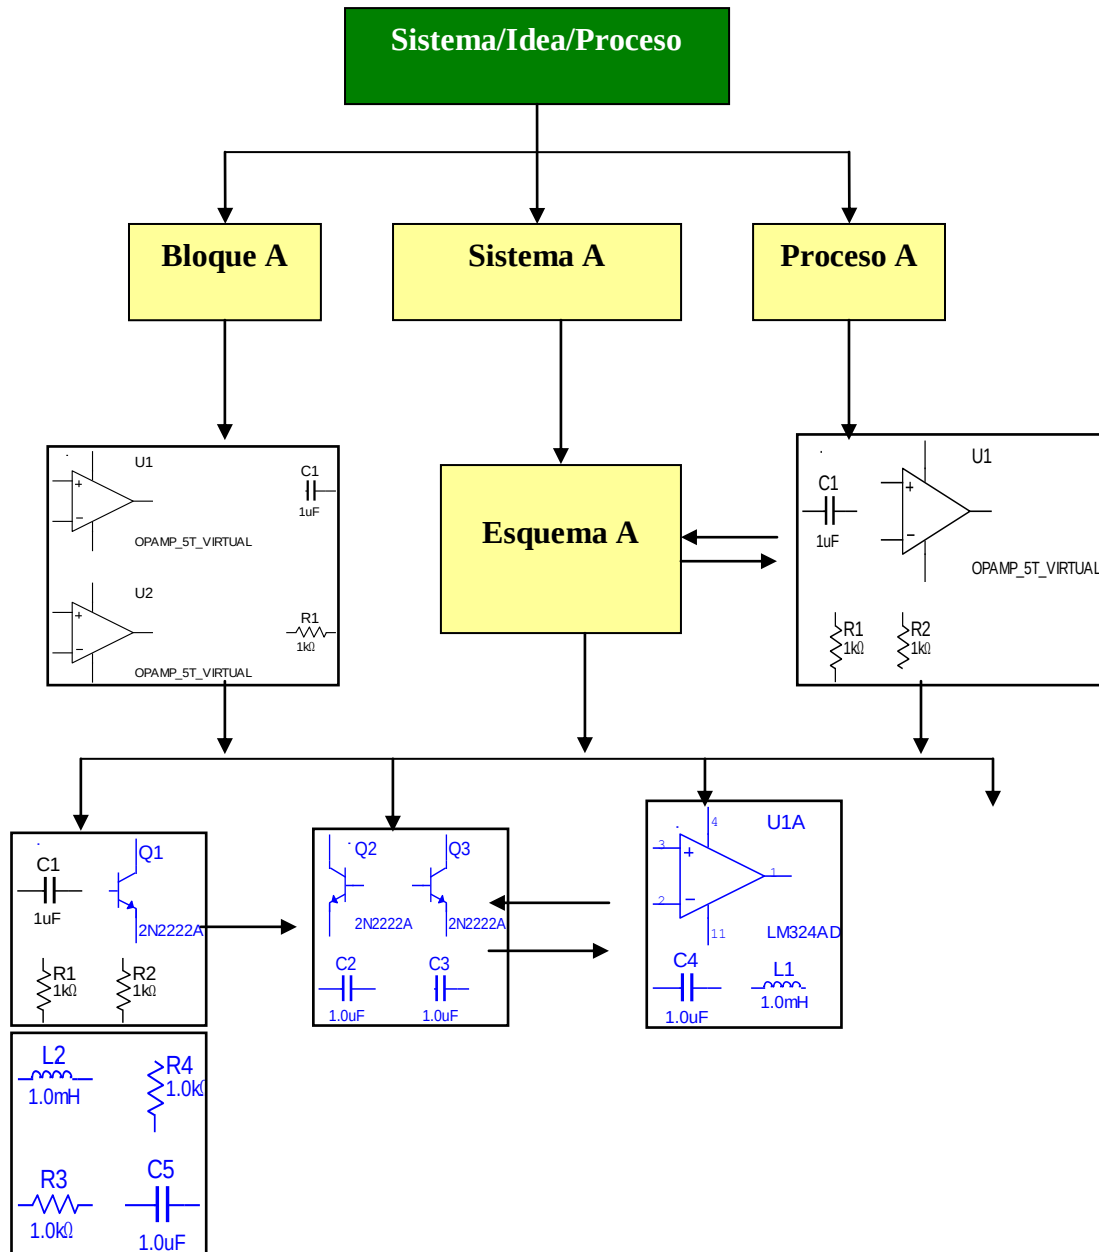

Figura 2.41 (Flujo de Diseño Top-Down)
2. **Diseño TOP-DOWN:** (Diseño Arriba hacia Abajo) Este tipo de diseño parte de crear la "*Idea, Sistema o Proceso*" y dividirlo en Bloques que al contrario del Diseño Bottom-Up, El diseño Top-Down permite hacer una jerarquía del Proceso y permite que cada nivel se detalle según sus requerimientos realizando así una Pirámide donde se inicia con un concepto de Alto Nivel (*Top*) a partir de la "*Idea, Sistema ó Proceso*" y se divide en niveles hasta llegar a la base donde esta la descripción de los circuitos en Bajo Nivel (*Down*), Figura 2.41